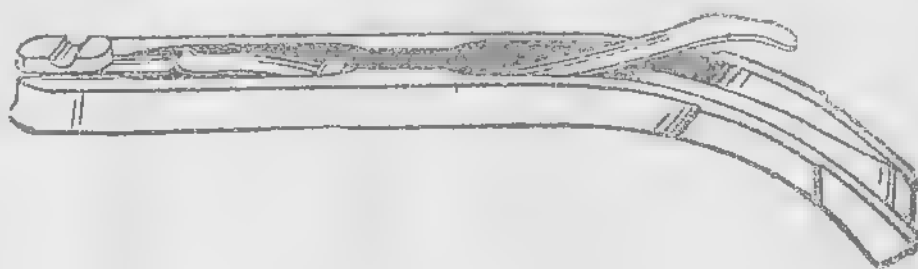

Рис. 58. Крышка рукоятки рамки со спусковой пружиной.
99. **Крышка рукоятки рамки** (рис. 58) служит для закрывания заднего окна рукоятки рамки и для